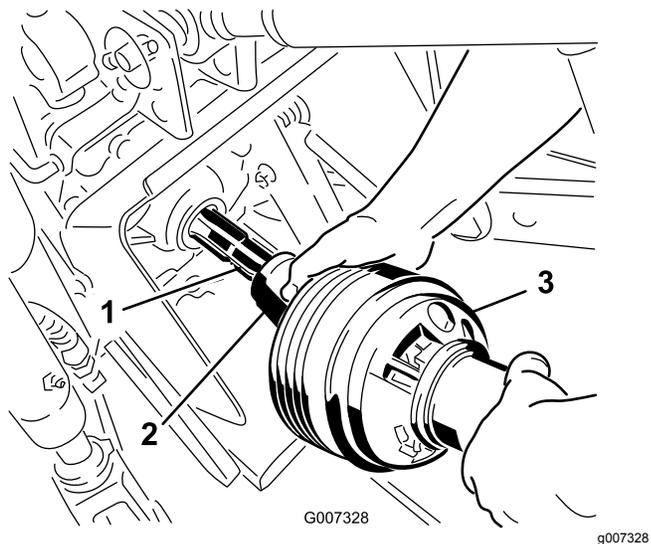

Рисунок 24
3. Соедините вал отбора мощности с выходным валом трактора (Рисунок 24).